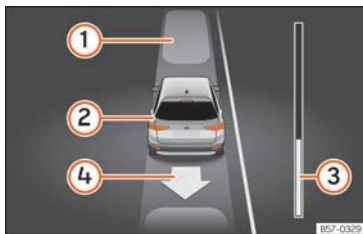

Fig. 284 Sur l'écran du combiné d'instruments : sortir d'une place de stationnement en créneau.
Légende de la **fig. 284** :
7.	<p>7. Reculez jusqu'à ce que retentisse le signal continu du ParkPilot.</p> <p>OU : reculez jusqu'à ce que l'indication de passer en marche avant apparaisse à l'écran du combiné d'instruments.</p> <p>La barre de progression » fig. 284 ③ indique la distance à parcourir » page 336.</p>